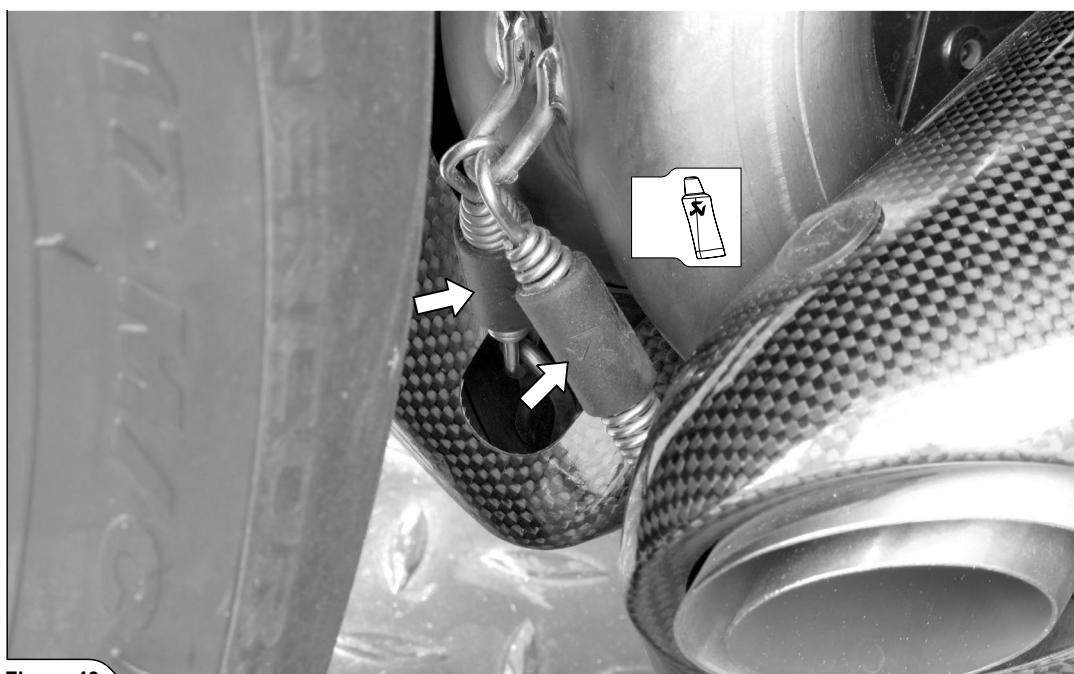

Figure 40
- サイレンサーをマニホールド出口にスライドさせます。サイレンサーブラケットのボルトを手で締め付け、スプリングを取り付けます (図 40)。